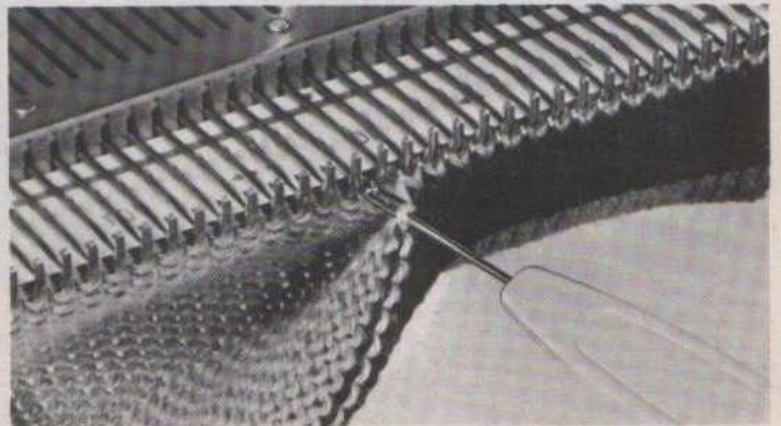

Fig. 62
- Accrocher ensuite la 2° maille sur la 3° aiguille, la 3° maille sur la 4° aiguille et ainsi de suite jusqu'à la dernière aiguille de gauche (fig. 62).